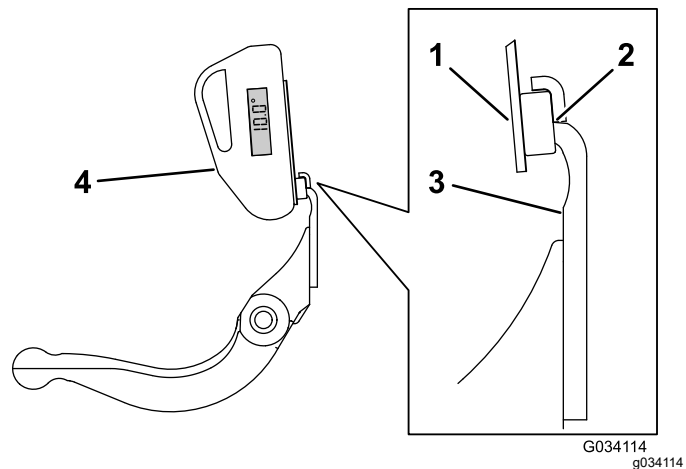

**Figura 19**
1. Amplasați indicatorul de unghi în partea inferioară a contracuitului, conform indicațiilor din Figura 19.